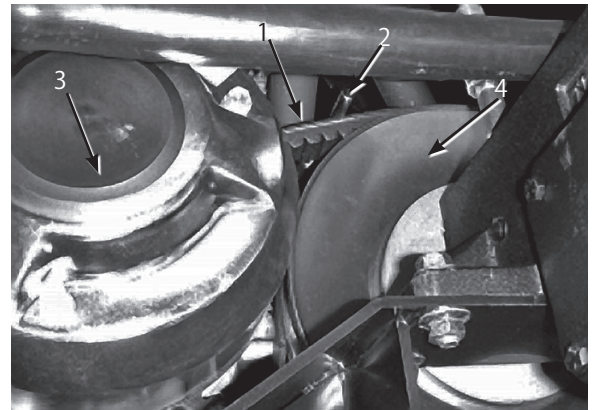

図52
1. 二次クラッチの近くにある2つのベルト・ガイド (図 52) をゆるめる。
2. 二次クラッチを回しながら二次クラッチ部分でベルトを外す (図52)。
3. 一次クラッチからベルトを外す (図52)。
4. 新しいベルトを一次クラッチに掛ける (図52)。
5. 二次クラッチを回しながら二次クラッチにベルトを掛ける (図52)。